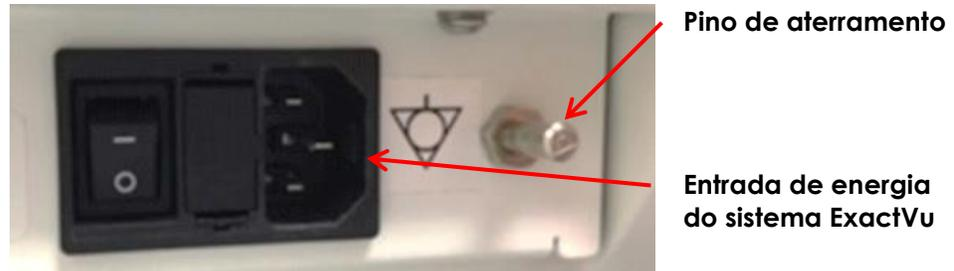

Figura 75: Pino de aterramento
- Retire componentes e sistemas sensíveis a eletricidade estática das bolsas antiestáticas apenas em bancadas protegidas contra eletricidade estática e usando uma pulseira aterrada (com resistor de pelo menos 0,8 a 1,5 MΩ) com aterramento conectado ao pino terra na parte inferior traseira do carrinho ExactVu (ver Figura 75) ou aterramento equivalente.